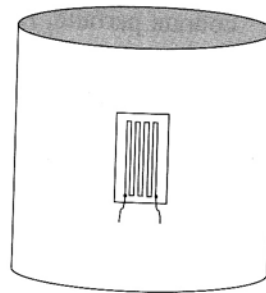

Figure 9.3 Le corps d'épreuve équipé de la jauge
- 2) La jauge est parfaitement collée sur une barre cylindrique parallèlement à l'axe de celle-ci (voir figure 9.3). La barre, constituant le corps d'épreuve, est de longueur au repos  $L$ , de module d'Young  $E_0$  et de coefficient de Poisson  $\nu_0$ . Elle est soumise selon son axe à une contrainte  $\sigma_0$  inférieure à la limite élastique.